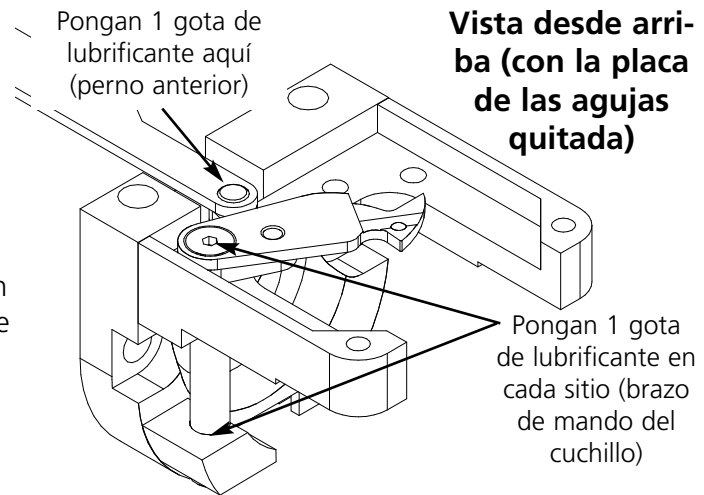

Figura 4-16
6. Cuando la pantalla visualiza brazo de mando del cuchillo del corta-hilos, perno anterior, aprieten . No es necesario ningún desplazamiento para lubricar el brazo de mando del cuchillo del corta-hilos y el perno. Quiten la placa de las agujas. Consulten la Figura 4-16 para lubricar el brazo de mando del cuchillo del corta-hilos y el perno. Aprieten  después de haberlo efectuado. Coloquen de nuevo la placa de las agujas.